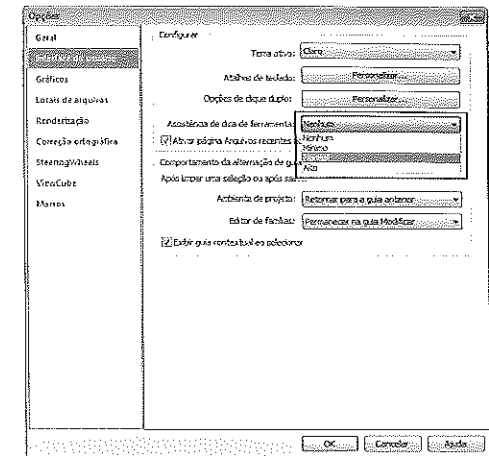

Figura 2.16 – Janela Opções.
2. Podemos controlar o nível de informação que é exibido na **Dica** por meio da sua configuração. No menu de aplicação, selecione o botão **Opções** e a aba **Interface do usuário em Assistência de dica de ferramenta**, Figura 2.16.